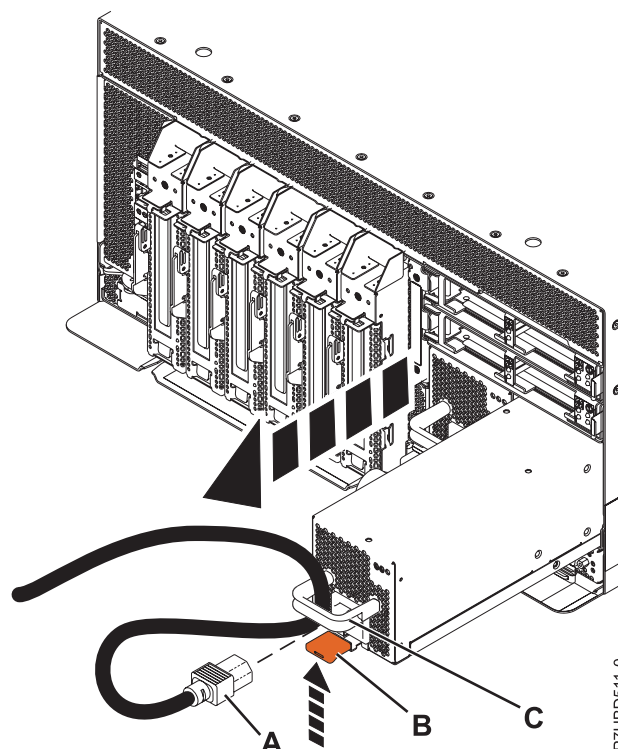

Figura 2. Extracción de la fuente de alimentación
8. Extraiga la fuente de alimentación del sistema, como se muestra en la Figura 2 en la página 3.